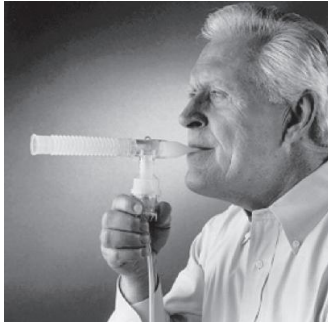

Figura 6: Boquilha
4. Na parte superior do humidificador, gire a porca de rosca no sentido anti-horário enquanto liga o humidificador à saída de oxigênio e aperte firmemente (Figura 6).
1. Feche a boca em torno da boquilha, mas não a segure com os dentes (Figura 6).